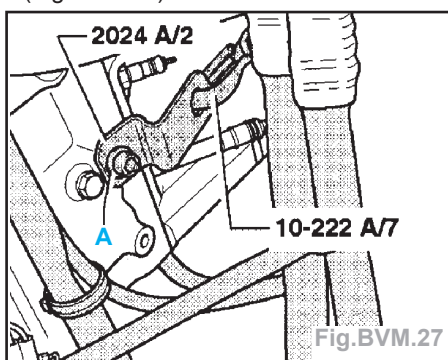

Fig.BVM.27
- Sur les véhicules avec moteurs à essence 2,5 litres, débrancher en plus la fiche de la bougie du 2^{ème} cylindre et l'attache 2024A/2 sur le bloc-moteur (Fig.BVM.27) :